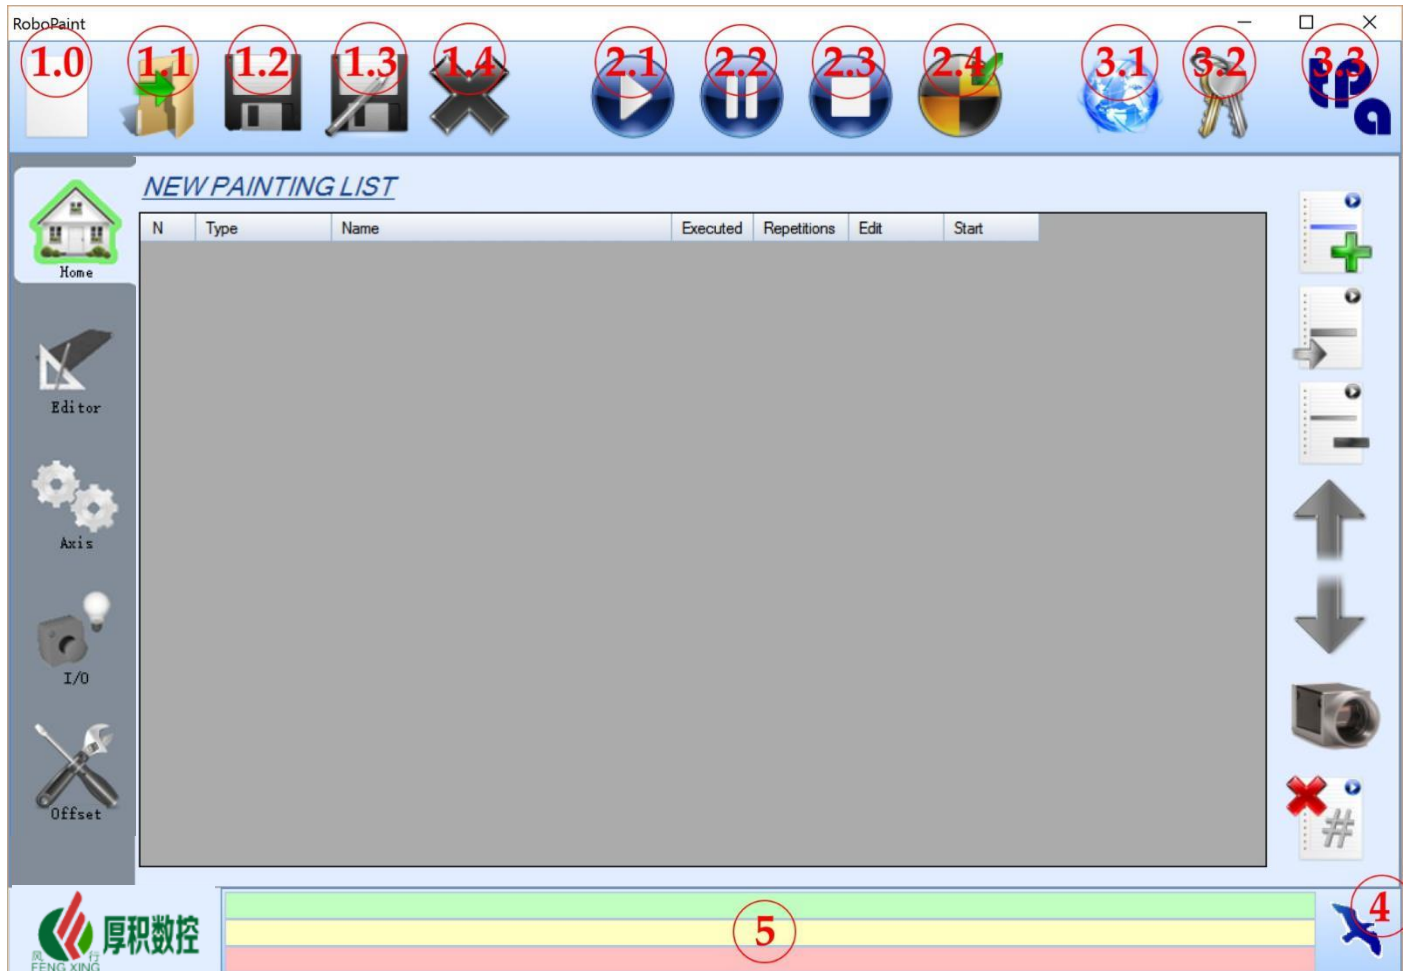

Fig.1
1. 列表：按新建程序按钮 2 显示添加的程序，或者通过**打开**命令显示整个加载的列表（图 1、1.1）。程序将按照第一个“N”列的值顺序运行。在以下列中：
创建所需执行列表后, 只需按 开始 (图 1、2.1) 开始机器中的实际执行。
按**新建**（图 1、1.0）选择要创建的程序类型（图 4）。另一方面，**打开**按钮（图 1、1.1）用于打开和修改以前创建的程序。该部分的区域分析更具体，如下：